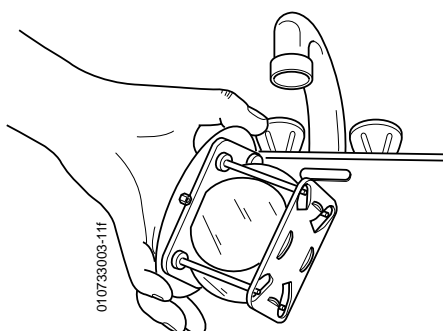

FIG. 6
- 7) Passer le bloc optique sous l'eau chaude ou le tremper dans l'eau chaude, puis le sécher avec de l'air comprimé (FIG. 6).